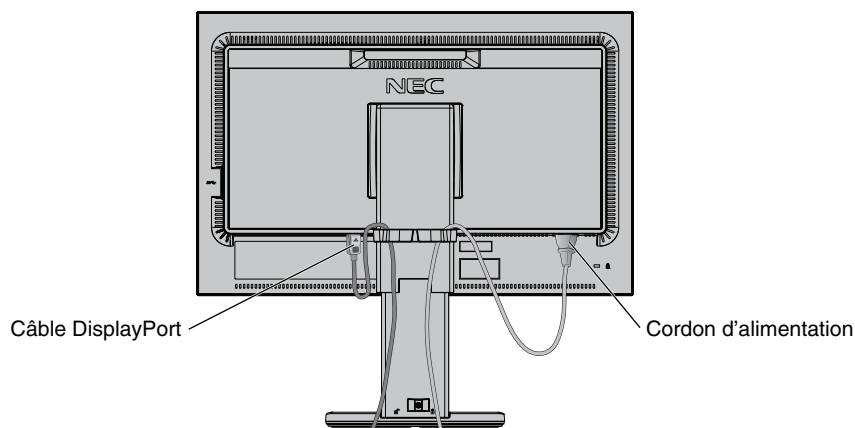
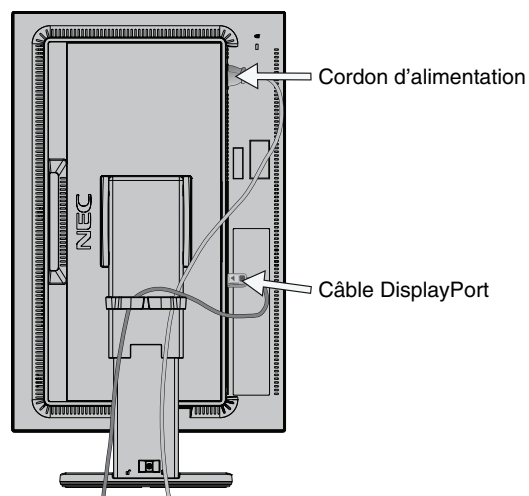

Figure C.2
Figure C.3
5. Placez les câbles dans le support dédié se trouvant sur le socle (**Figure C.2** et **Figure C.3**).